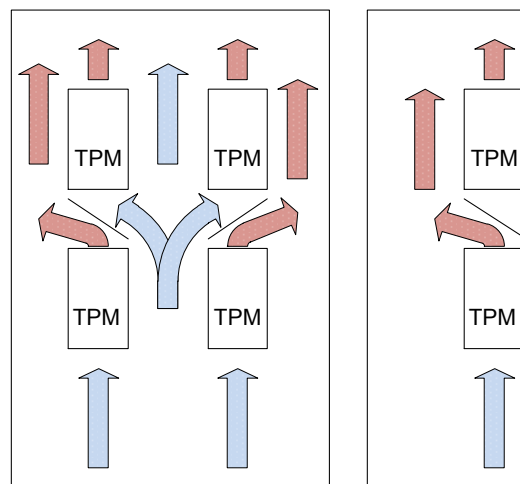

Рис. 10
\* При температуре выше + 35 °С требуется запас по току, см. рис. 10
- При установке регуляторов друг над другом между ними должно быть не менее 15см свободного пространства и дополнительно установлен дефлектор для отвода горячего воздуха (см. рис. 10).